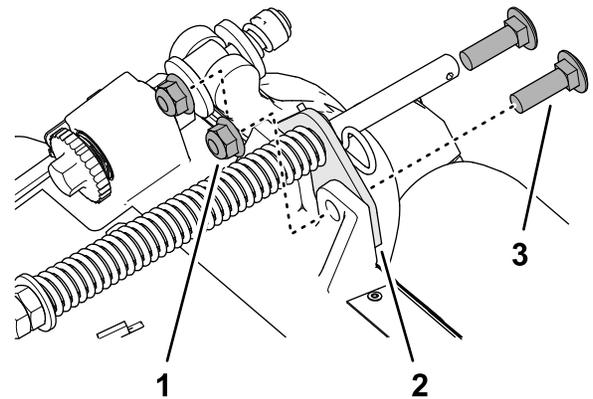

図 8
2. ターフ補正器用ブラケットをカッティングユニットのフレームに固定しているフランジロックナット $\frac{3}{8}$ "2個、キャリッジボルト $\frac{3}{8}$ x 1- $\frac{1}{4}$ "2本を外す 図 8。